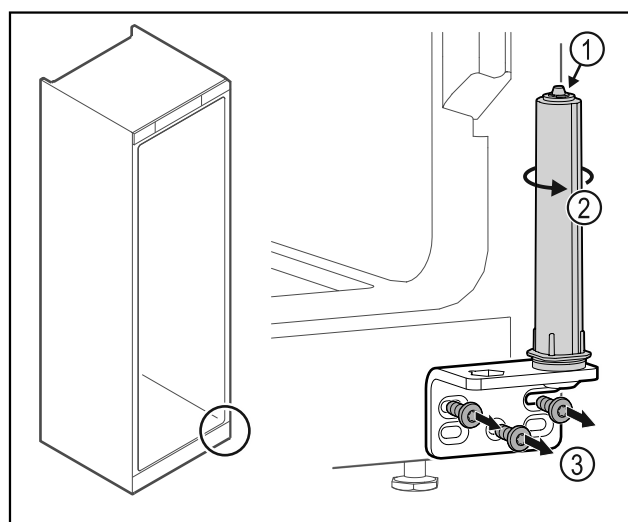

Fig. 37
- Ne pas désassembler le système de fermeture de la porte Fig. 37 (1).
- Tourner le système de fermeture Fig. 37 (2) jusqu'à entendre un clic.
- Dévisser l'équerre de charnière Fig. 37 (3).